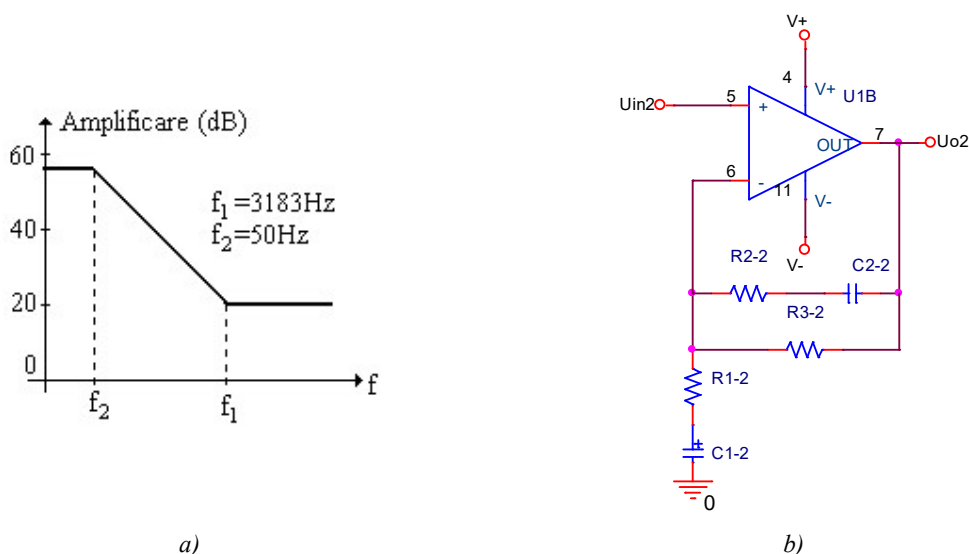

Fig. 3.1. Preamplificatorul pentru cap magnetic: (a) Răspunsul în frecvență; (b) Schema circuitului de corecție
Preamplificatorul pentru cap magnetic asigură o egalizare în amplitudine și fază a semnalului audio obținut de la un cap magnetic. Răspunsul circuitului este în conformitate cu standardul *NAB* (*National Association of Broadcasters*) și este prezentat în fig. 3.1, *a*.
*a) Funcția de transfer.* Circuitul care aproximează răspunsul *NAB* se prezintă în fig. 3.1, *b*. Considerând condensatorul  $C_{1-2}$  scurtcircuit în toată gama audio, funcția de transfer se scrie:
- Se verifică valoarea frecvenței  $f_1$  (fig. 3.1,  $a$ ), valoare care trebuie să fie cât mai aproape de 3183Hz.